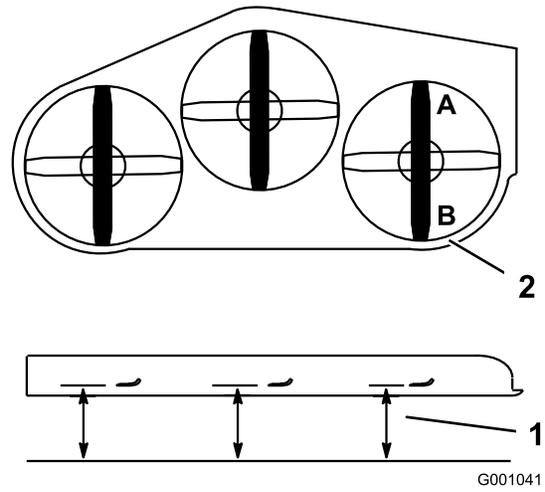

Figura 75
- Disponete una lama in posizione longitudinale rispetto alla macchina. Misurate ai punti **A** e **B** da una superficie piana fino al tagliente della punta della lama (**Figura 75**).